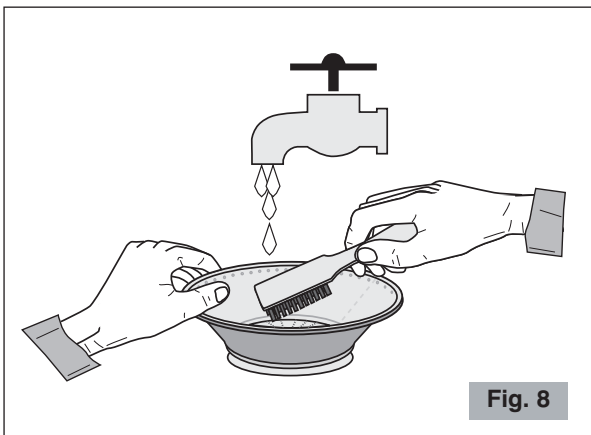

Fig. 8
- Per ottenere una più alta resa di succo assicurarsi sempre che il cestello sia pulito accuratamente utilizzando una spazzola in nylon. Utilizzando questa spazzola, tenere il cestello sotto al rubinetto e spazzolare la parte interna del setaccio (vedere Fig. 8), controllare poi in controluce che non ci siano fori del setaccio ostruiti. Se dovessero esserci fori ostruiti, immergere il cestello in una soluzione di acqua calda con il 12% di succo di limone o aceto in maniera da liberare i fori. In alternativa lavare il cestello in lavastoviglie.
Utilizzando questa spazzola, tenere il cestello sotto al rubinetto e spazzolare la parte interna del setaccio (vedere Fig. 8), controllare poi in controluce che non ci siano fori del setaccio ostruiti. Se dovessero esserci fori ostruiti, immergere il cestello in una soluzione di acqua calda con il 12% di succo di limone o aceto in maniera da liberare i fori. In alternativa lavare il cestello in lavastoviglie.